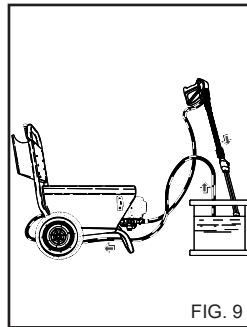

FIG. 9
1) Huuhtele korkeapaineinen vesipiiri pesuaineen käytön jälkeen: käytä pumpua 1 minuutin ajan annosteluhana täysin suljettuna. (Fig. 9).
4) Huuhtelee imupiiri puhdistusaineen käytön jälkeen. Sijoita puhdistusaineen imuputki (Fig. 9) puhdasta vettä sisältävään säiliöön, aseta suihkuputki puhdistusaineen syöttötavalle ja käytä pumpppua 1 minuutin ajan.